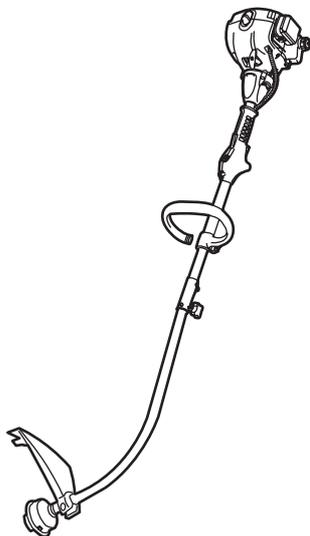

Fig. 10c
- 3). Réglez à 0° pour de la pelouse sur sol plat (fig. 10c), et à 90° ou 180° pour de la pelouse située près des murs et sur les bordures (fig. 10b et 10d).